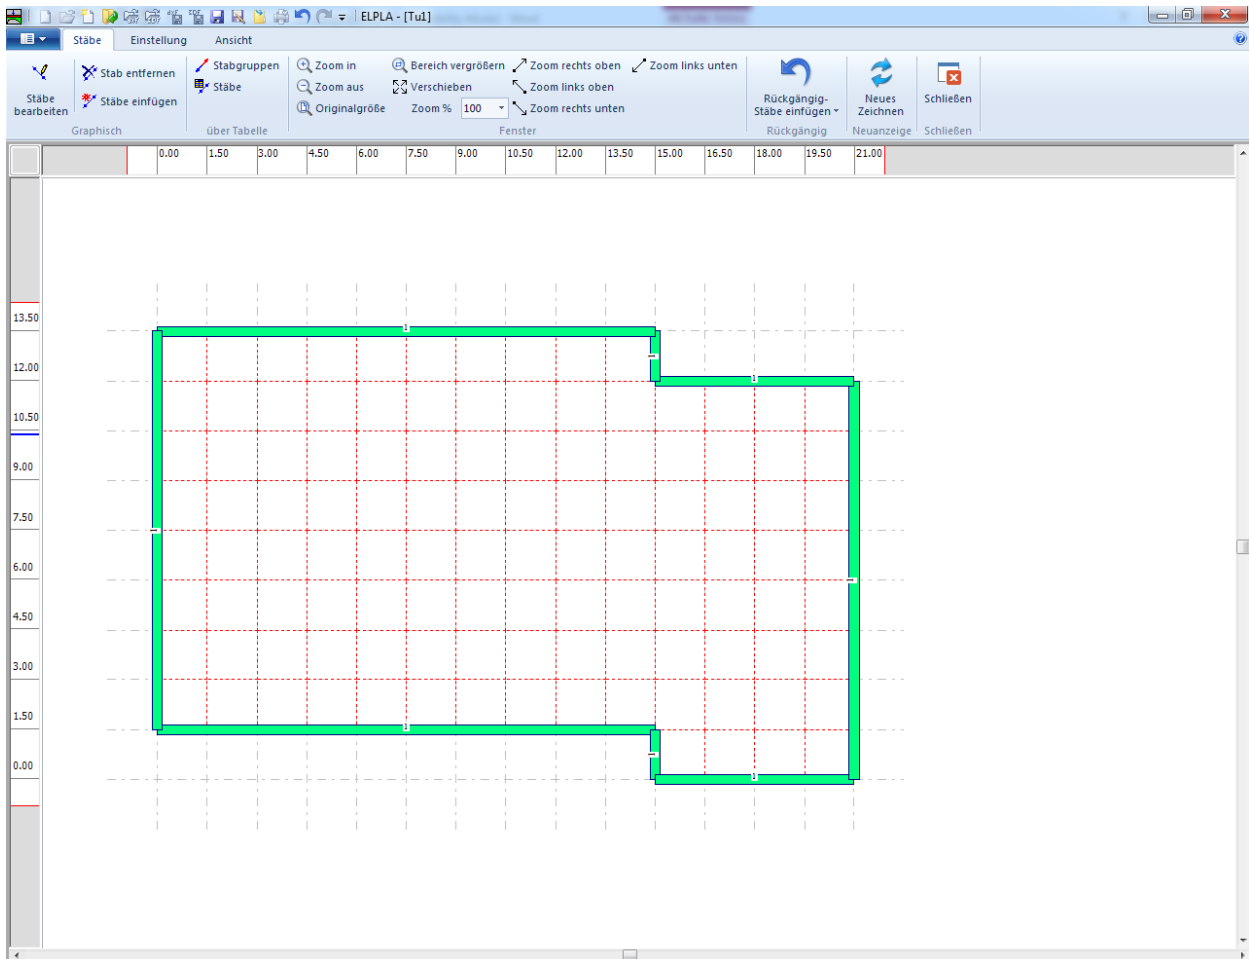

Bild 13.20 Wände auf dem Bildschirm
Wiederholen Sie die vorherigen Schritte, um die übrigen Wände im Netz einzufügen. Nach der Definition aller Wände sollte der Bildschirm wie das folgende Bild 13.20 aussehen.
- Wählen Sie "Speichern" aus dem "Datei"-Menü im Bild 13.20, um die Daten der Wände zu speichern
- Wählen Sie "Schließen" aus dem "Datei"-Menü im Bild 13.20 um das Fenster " Stäbe" zu schließen und zum Hauptfenster des Programms *ELPLA* zurückzukehren